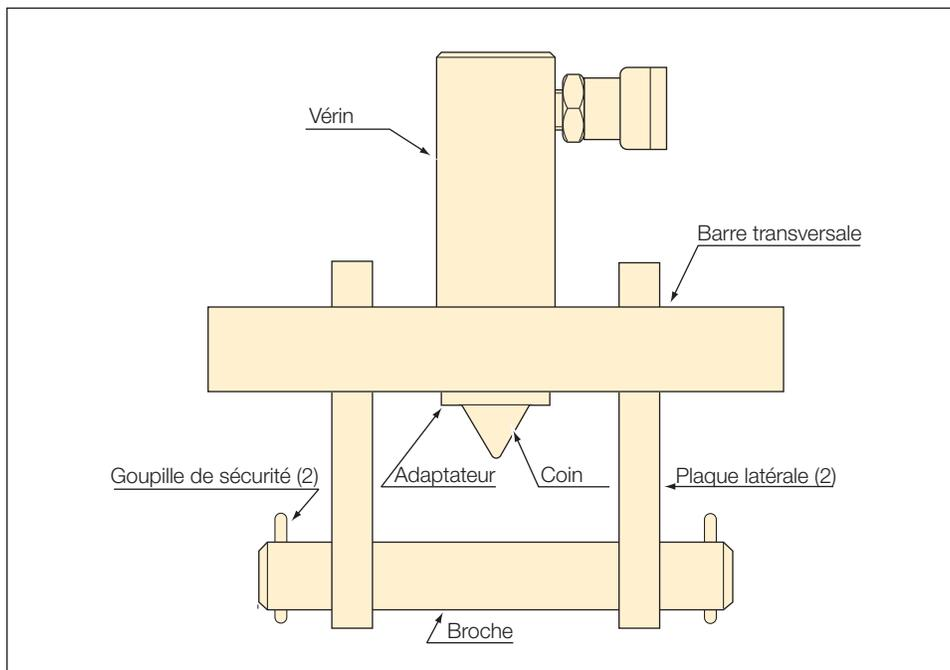

Figure 1
1. Avant assemblage, identifiez toutes les pièces accompagnant l'ensemble. Consultez le tableau de sélection des écarteurs de brides afin d'identifier les composants sur la Figure 1 et de faciliter l'assemblage.